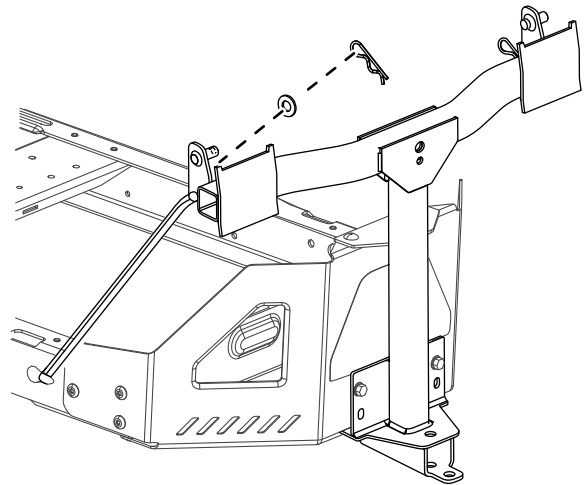

Bild 10
die Stange nach hinten, damit sie im Rahmen sitzt (**Bild 10**).
5. Setzen Sie die gebogenen Enden der Stangen in die Anbaugerätbefestigung ein, wie in **Bild 10** abgebildet, und befestigen Sie das Ende jeder Stange mit einer Scheibe und einem Splint.